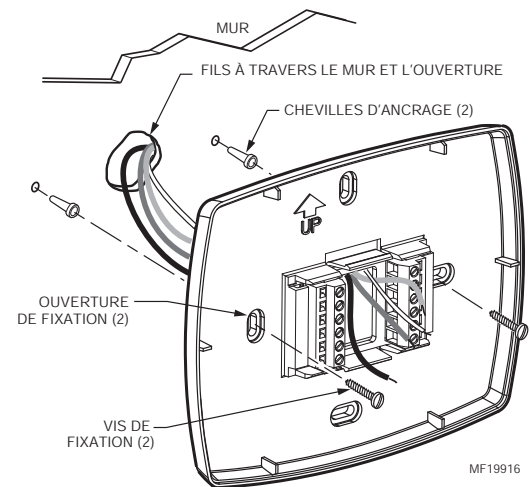

Fig. 6. Installation de la plaque de fixation.
4. Placer la plaque murale vis-à-vis les ouvertures, en faisant passer les fils par l'ouverture prévue pour le raccordement. Voir la Fig. 6.